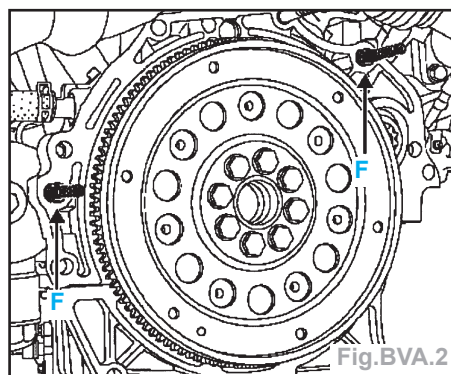

Fig.BVA.2
- Vérifier la présence des douilles de centrage (F) (Fig.BVA.2).